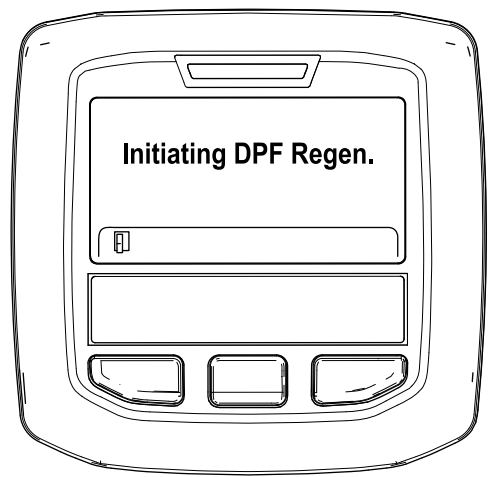

Figura 47
- A. Viene visualizzato il messaggio "Inizializzare Rigen. FAP" (Figura 47).